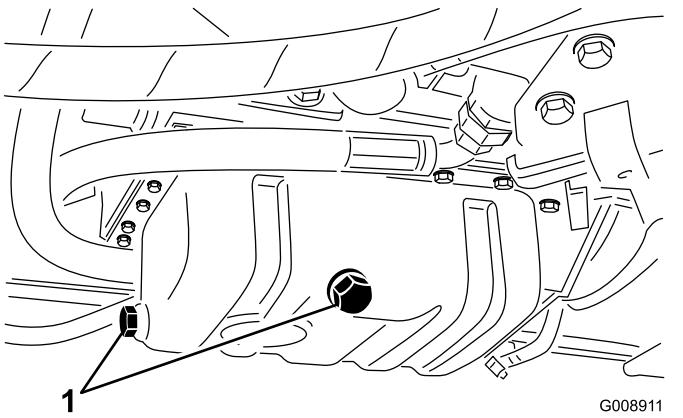

Figura 53
- Togliete il tappo di spurgo (Figura 53) e lasciate defluire completamente l'olio in una bacinella. Quando l'olio cessa di defluire, montate il tappo di spurgo.